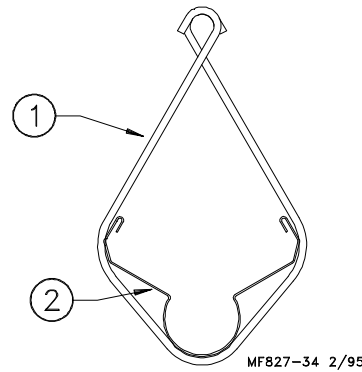

Figura 20. Soporte del colgador (vista lateral)
- Deslizar un colgador en la canaleta, como se muestra en la Figura 20. No suspender el sistema por ahora.